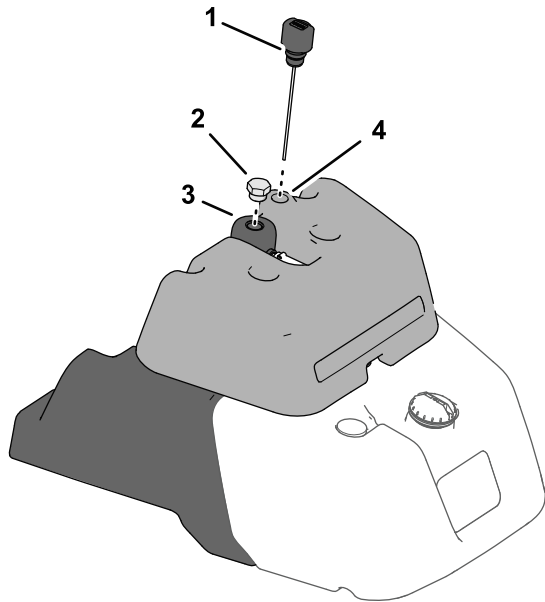

Bild 36
- Ist Ihre Maschine mit einer Benzinuhr an der Oberseite des Kraftstofftanks ausgerüstet, ermitteln Sie den Peilstab der Hydraulikanlage an der Oberseite des Ölleck-Warnsystembehälters (Bild 36) und fahren Sie mit Schritt 3 fort.